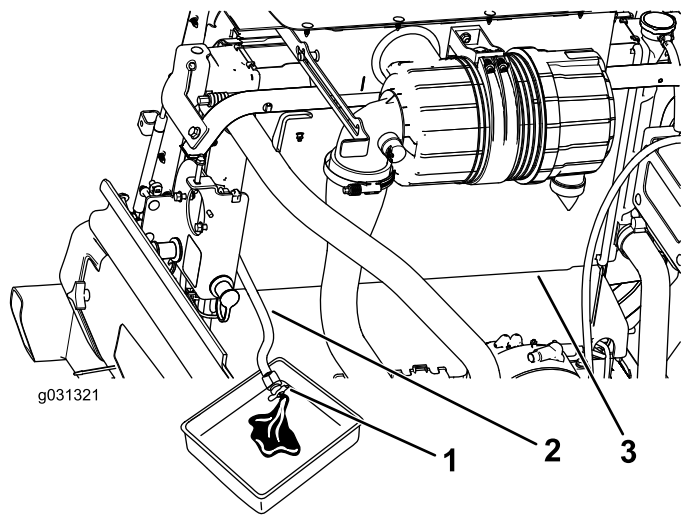

Figura 90
3. Con il flessibile di spurgo del radiatore posizionato in una bacinella, aprite la valvola di spurgo sul flessibile del radiatore e spurgate il fluido in una bacinella (Figura 90).
4. Chiudete la valvola sul flessibile di spurgo del radiatore (Figura 90).